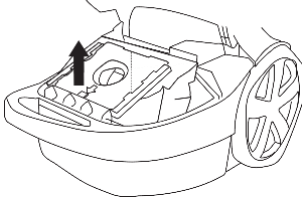
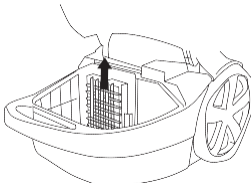

Abbildung 11 Wechselen des Staubsaugerbeutels
Abbildung 12 Entfernen des Einblasfilters
1. Sobald die Anzeige „Staubbeutel voll“ durch roten Indikator sichtbar anzeigt, sollte der Staubbeutel ersetzt werden siehe Abbildung 11.
3. Öffnen Sie den Deckel, indem Sie den Deckelöffner für den Staubsaugerbeutel nach oben ziehen. Entfernen Sie den Staubsaugerbeutel, siehe Abbildung 11. Ziehen Sie den Halter die Halterung des Einblasfilters, die sich hinter dem Staubsaugerbeutel befindet, heraus, siehe Abbildung 12.